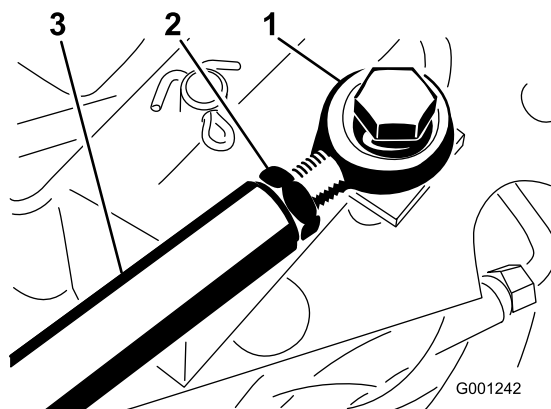

Figura 82
Per una maggiore regolazione, regolate l'asta della trazione (Figura 82) come segue.
2. Allentate il controdado che fissa l'estremità dell'asta all'asta della trazione (Figura 82).
4. Serrate il controdado (Figura 82) e fissate l'estremità dell'asta al pedale della trazione con il bullone e il dado rimossi per bloccare l'angolo del pedale.